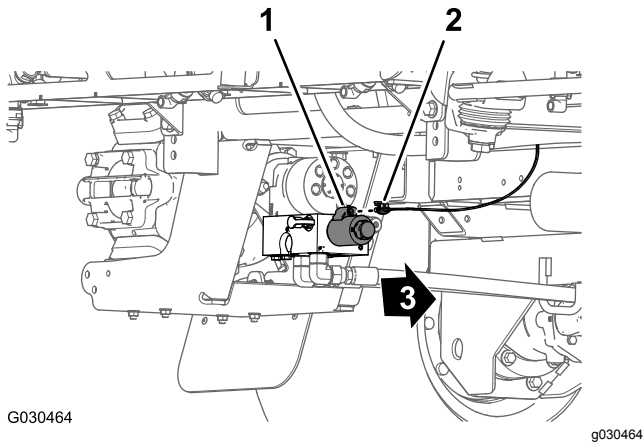

图 107
1. 在机器后部——打药泵的内侧将 86cm 线束支管标有打药泵电磁头的 2 插槽接头接入泵继电器的 2 针接头 图 107。